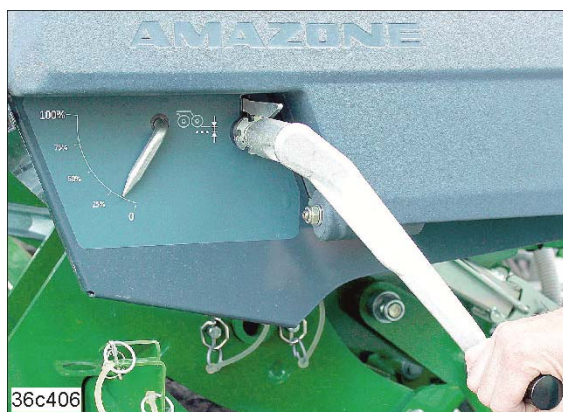

Рис. 154
2. Отрегулируйте глубину заделки посевного материала центральным ключом (Рис. 154), см. гл. «Глубина заделки семян», стр. 76.